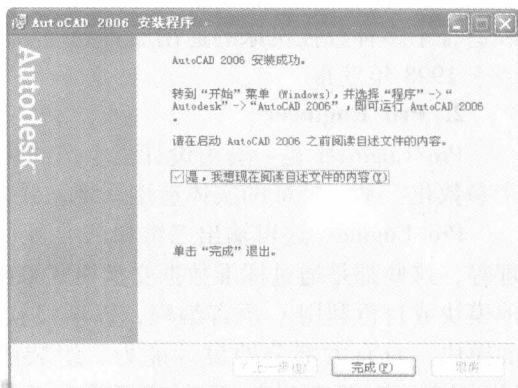

图 1-14 “安装成功”对话框
12) 安装完成后,显示“安装成功”对话框,如图 1-14 所示,单击“完成”按钮。